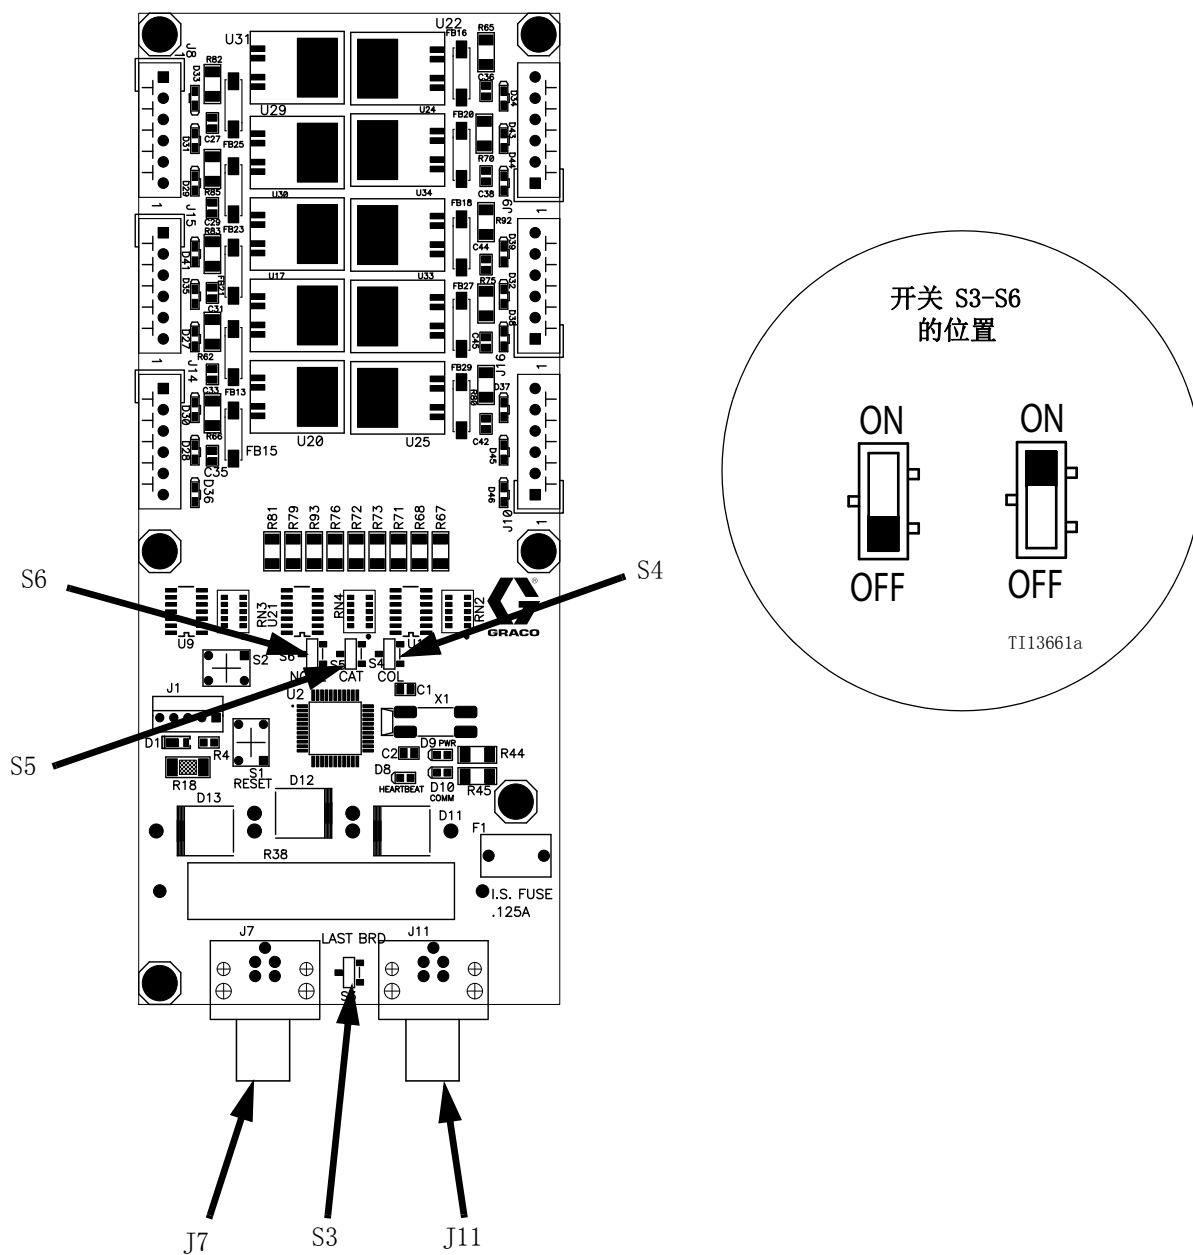

图 21. 换色板开关 S3-S6
C.C. (J11) 连接至换色板。参见图 21。
按表 2 和图 21 所示，将开关 S3-S6 安装在换色板上，此安装取决于系统使用的换色板和换色模块的数量。